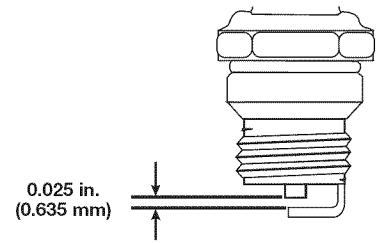

Fig. 18
3. Cambie las bujías que estén rajadas, sucias o deterioradas. Fije la separación de aire a **0,635 mm (0,025 pulgadas)** utilizando un calibrador (Fig. 18).